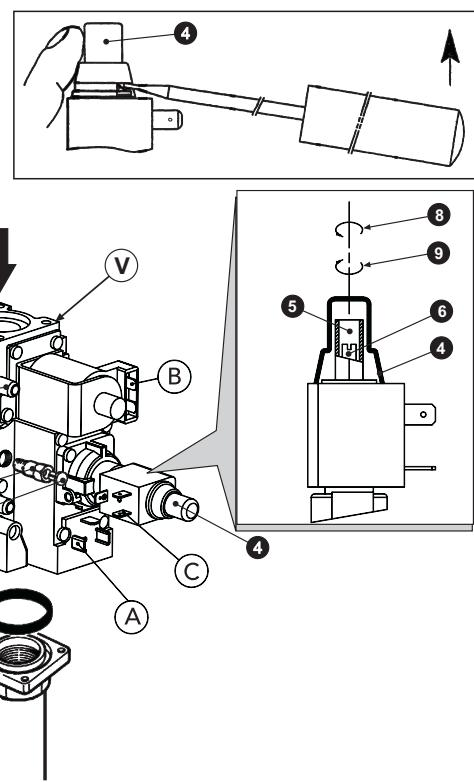

рис. 4 - Перенастройка котла на другой вид газа
Операции регулировки давления должны выполняться при работающем котле с помощью соответствующих регуляторов, установленных на 2-ступенчатых газовых клапанах (см. рис. 4)
3. Снимите защитную крышку регулятора давления 4 на рис. 4.
1. Медленно поверните ручку регулировочного терmostата по часовой стрелке до 1-го щелчка; таким образом обеспечивается подача газа в отверстия А и В газового клапана (см. рис. 4).
2. Регулируйте давление с помощью винта 6 на рис. 4 и проверьте его на соответствие со значениями, приведенными в таблице технических данных на sez. 5.3.
1. Поверните ручку терmostата регулировки до максимума; таким образом обеспечивается подача газа в отверстия А, В и С газового клапана (см. рис. 4).
2. Регулируйте давление с помощью винта 5 на рис. 4 и проверьте его на соответствие со значениями, приведенными в таблице технических данных на sez. 5.3.
2. Снимите с газового клапана маленький колпак 3 (рис. 4), установите на клапан регулятор "STEP" зажигания 2, находящийся в комплекте переналадки, и наденьте на него колпак 3.
Осуществляется выполнением описанных выше операций, сняв регулятор зажигания "STEP" 2 на рис. 4 с газового клапана и установив колпак 3 на рис. 4 непосредственно на клапан.